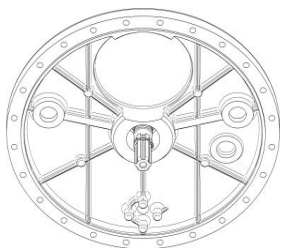

图 19
(1) 拆下分接开关头盖(24个M10螺栓, 17号扳手), 注意不要损伤头盖上的O形密封圈(图19)。